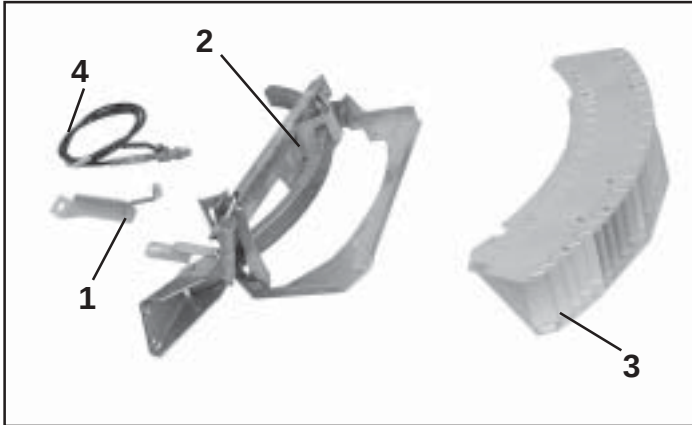

Fig. 1
- Zeiger (Fig.1/1)
- Halteschiene vormontiert mit Rohrbügel, Querstrebe, Hydraulikzylinder und Zugfeder (Fig.1/2)
- Grenzstreuschirm (Fig.1/3)
- Hydraulikschlauch vormontiert mit Blockkugelhahn und Drossel (Fig.1/4)
- Pointer (Fig.1/1)
- Bracing rail pre-assembled with cross bar, hydraulic ram and tensioning spring (Fig.1/2)
- Boundary spread deflector (Fig.1/3)
- Hydraulic hose pre-assembled with block ball tap and throttle valve (Fig.1/4)
- Repère (Fig.1/1)
- Rail support assemblé avec étrier tubulaire, entretoise, vérin hydraulique et ressort de traction (Fig.1/2)
- Déflecteur (Fig.1/3)
- Flexible hydraulique assemblé avec robinet à boisseau sphérique et restricteur (Fig.1/4)
- Wijzer (Fig.1/1)
- Voormonteerde houder met pijpbeugel, verbindingsstrip, hydrauliekcilinder en trekveer (Fig.1/2)
- Lamellenblok (Fig.1/3)
- Hydrauliekslang voormonteerd met kogelkraan en drossel (Fig.1/4)